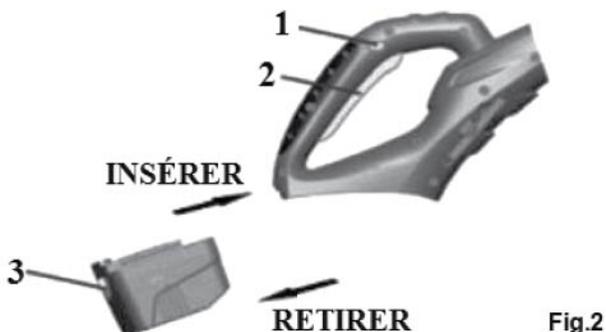

Fig.2
1. Insérer / retirer la batterie (voir fig.2)
- Toujours relâcher l'interrupteur marche/arrêt (2) avant d'insérer ou de retirer la batterie.
- Pour retirer la batterie de l'outil, faire glisser le bouton de déverrouillage de la batterie (3) vers le bas.
- Pour insérer la batterie, guider la batterie le long de la poignée. Elle est dans la position correcte lorsque le bouton de déverrouillage de la batterie (3) rebondi dans sa position initiale.
2. Comment allumer ou éteindre l'outil? (Voir fig.2)